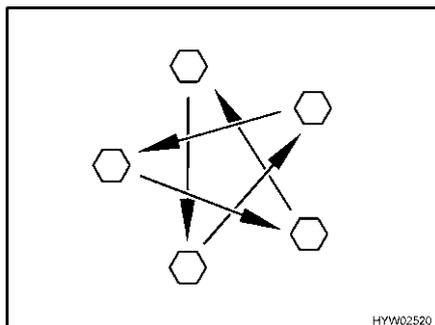

Bild 166 Radmuttern oder Radschrauben über Kreuz anziehen
- Radmuttern oder Radschrauben regelmäßig auf festen Sitz prüfen. Radmuttern oder Radschrauben eines ausgewechselten Rades nach 50 km über Kreuz nachziehen (Bild 166). Anziehdrehmoment siehe Abschnitt 13.5.2.
- ▷ Radmuttern oder Radschrauben über Kreuz anziehen (Bild 166).